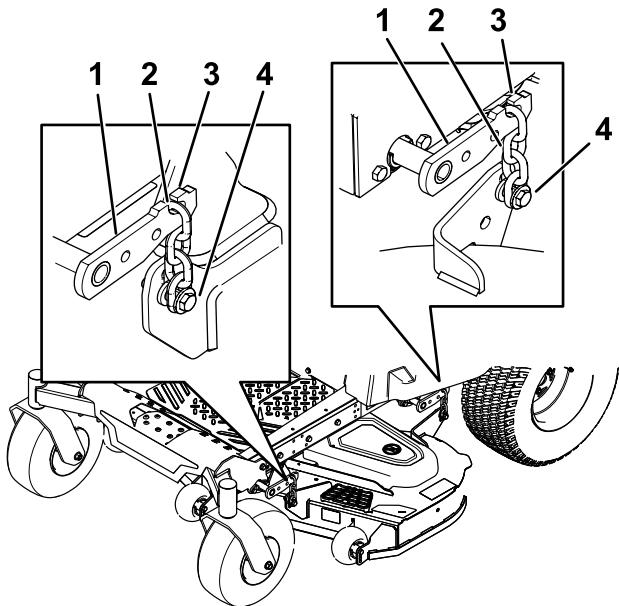

Figura 74
- 5. Afloje los pernos de ajuste en las cuatro esquinas, hasta que la carcasa quede bien asentada sobre los cuatro bloques (Figura 74).
- 6. Asegúrese de que las cuatro cadenas están tensadas (Figura 74).
- 7. Apriete los cuatro pernos de ajuste (Figura 74).